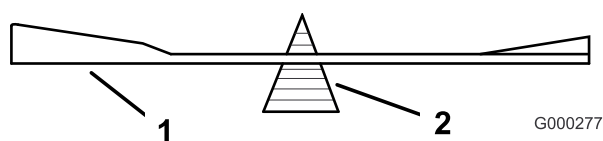

Bild 68
2. Überprüfen Sie die Auswuchtung des Schnittmessers auf einer Ausgleichsmaschine (Bild 68). Wenn das Schnittmesser in seiner horizontalen Position bleibt, ist es ausgewuchtet und kann wiederverwendet werden. Feilen Sie, wenn das Schnittmesser nicht ausgewuchtet ist, vom Flügelbereich des Messers etwas Metall ab